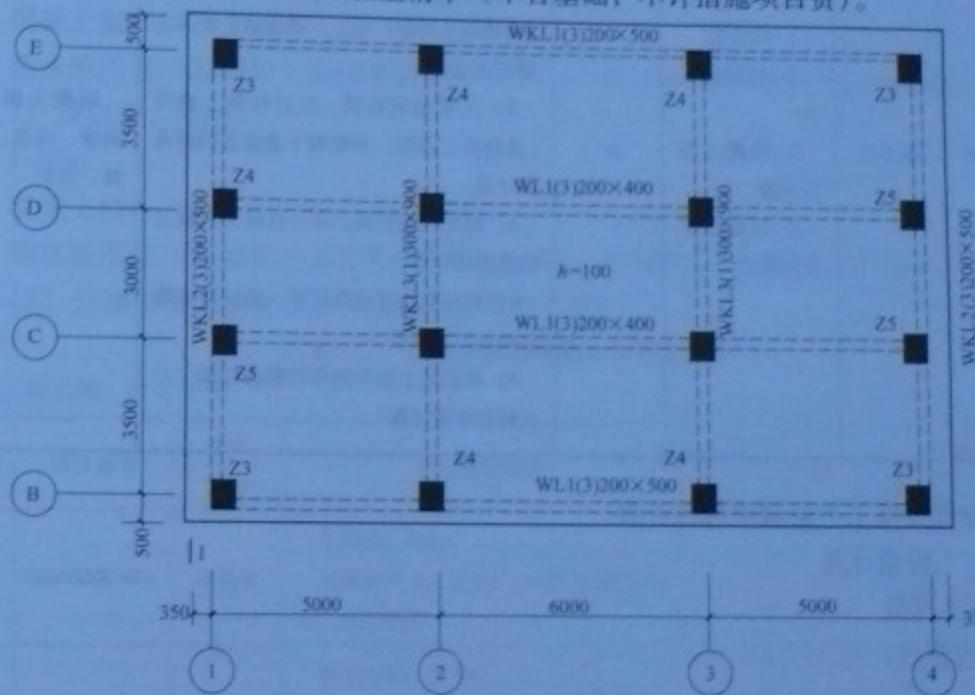

图 1-60 现浇钢筋混凝土单层厂房
**【例 1-60】** 图 1-60 现浇钢筋混凝土单层厂房，屋面板顶面标高 5.0m；柱基础顶面标高 -0.5m；柱截面尺寸为：Z3 = 300mm × 400mm, Z4 = 400mm × 500mm, Z5 = 300mm × 400mm；（注：柱中心线与轴线重合）用现场机拌 C20 混凝土 20 石泵送，屋面板混凝土按重量比加 1% 防水粉，编制工程量清单（不含基础，不计措施项目费）。